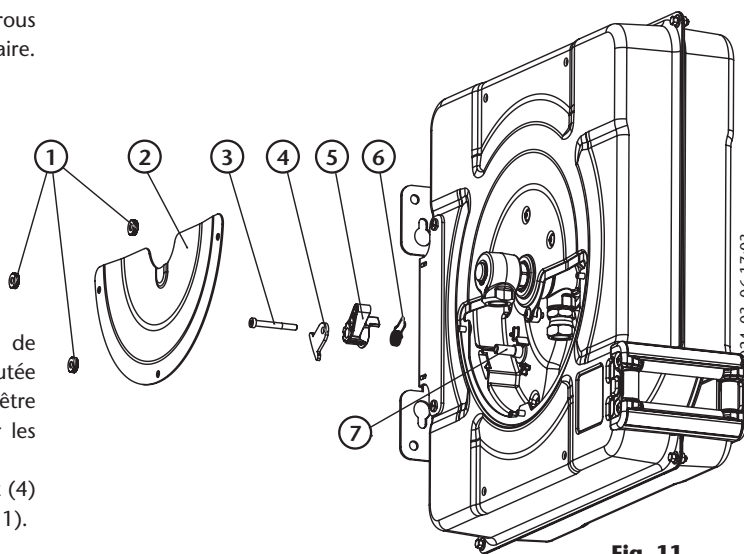

Fig. 11
- Retirez le couvercle de service (2) (fig. 11) en desserrant les écrous en plastique (1) (fig. 11). Aucun outil n'est nécessaire pour ce faire.
- Desserrez la vis (3) (fig. 11) et retirez la plaque de renforcement (4) (fig. 11), le cliquet (5) (fig. 11) et le ressort du cliquet (6) (fig. 11).
- Monter le nouveau cliquet et son ressort sur l'arbre du disque (7) (fig. 11), en tenant compte du fait que les goupilles du ressort doivent être positionnées du côté du cliquet, et entre elles doit se trouver la goupille qui dépasse du disque, qui maintient le cliquet en position.
- Montez la plaque de renfort (4) (fig. 11) et appliquez une goutte de frein filet de force moyenne sur la vis (3) (fig. 11) avant de l'insérer. Lorsque vous serrez le boulon, veillez à ne pas dépasser un couple de 4 N-m, sinon le boulon risque d'être trop serré.